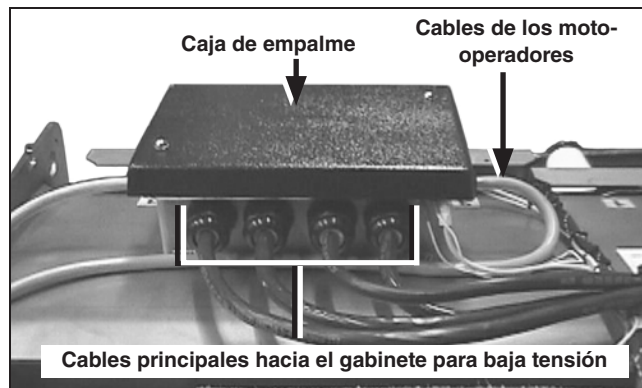

Figura 58. El cableado de la caja de empalme.
PASO 1. Desenrolle los cables principales que están canalizados hacia el compartimiento para baja tensión. Ver Figura 58. Estos cables tienen conectores para baja tensión en las puntas.